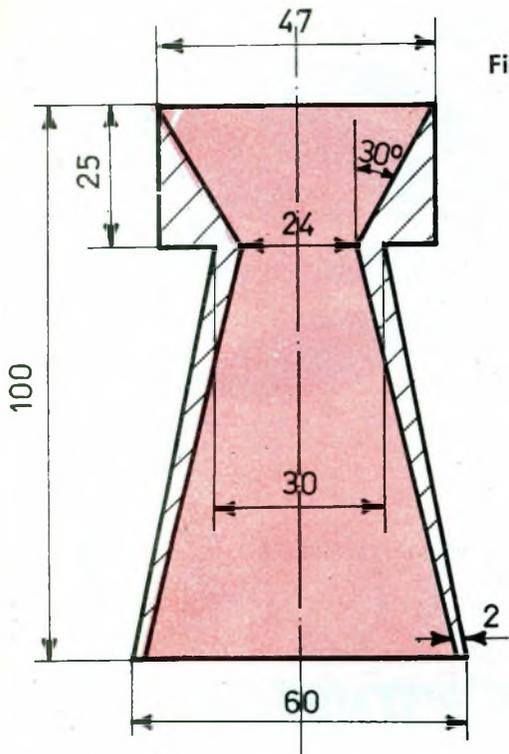
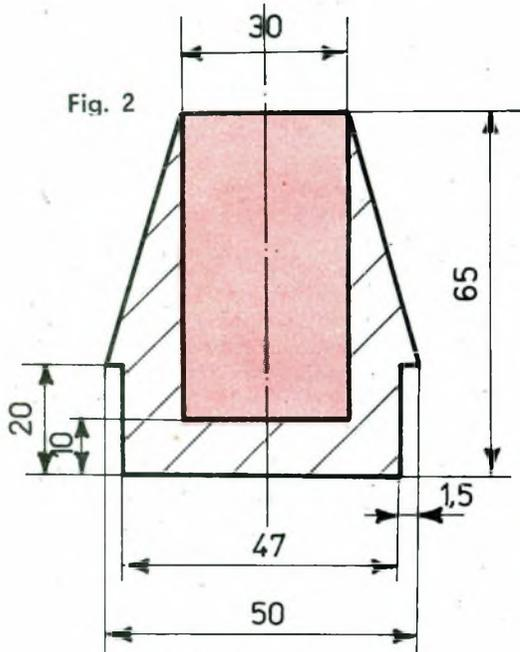

Fig. 1
Fig. 2
**Primo stadio:** è realizzato utilizzando un tubo di acciaio SAE 1020, od equivalente, con diametro esterno di 50 mm ed interno di 47 mm, con uno spessore cioè di 1,5 mm, sufficiente a reggere la pressione sviluppata durante la combustione, soprattutto in considerazione della breve durata del processo. La lunghezza di tale tubo sarà di 1 metro. L'ugello si ottiene per lavorazione al tornio parallelo da un tondino, sempre d'acciaio, del diametro di 60 mm e lunghezza 100 mm, secondo il disegno costruttivo di fig. 1 (diametro strozzatura 100  $\varnothing$  24 mm; diametro dello scarico  $\varnothing$ : 59 mm; angolo di convergenza: 30°). Tale ugello verrà fissato al tubo della camera di combustione con 6 viti da 6 mm disposte a 60°. Un tappo in anticorodal, opportunamente sagomato (fig. 2), funge tanto da tappo superiore della camera di combustione del primo stadio quanto da contenitore per il 2° stadio. E' qui che verrà alloggiato l'interuttore a mercurio con la relativa batteria. Le alette sono tre, disposte a 120°, in lamierino di alluminio spesso 2 mm. Esse vengono fissate al corpo del modello, inferiormente, a mezzo delle stesse viti che reggono l'ugello e superiormente, a mezzo di un anello metallico di diametro interno  $\varnothing$  53 mm e spessore 0,5 mm, infilato a forza sulla flangia. Le dimensioni di tali alette si ricavano dal disegno costruttivo di fig. 3; esse hanno una superficie complessiva di 300 cmq, e sono ampiamente dimensionate per garantire un buon equilibrio aerodinamico.